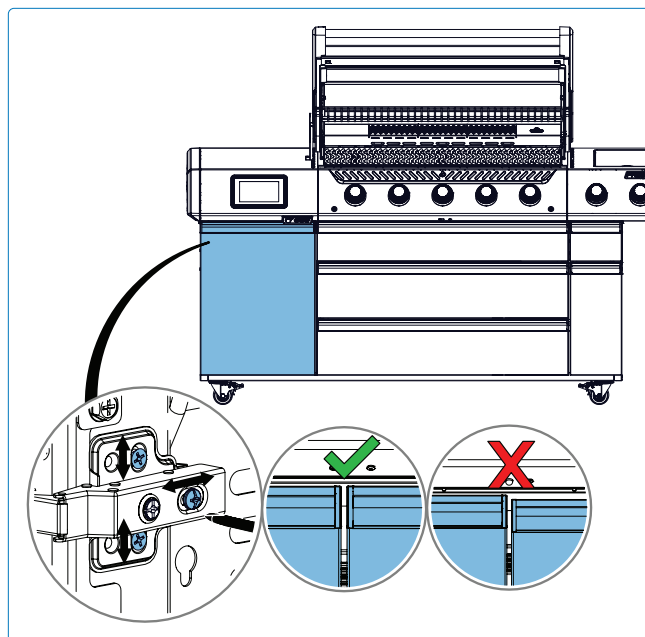

Fig. 21
1. Individuare la staffa di regolazione nella parte superiore della porta (**Fig. 21**).
4. Regolare le viti delle cerniere per allineare le porte dell'armadio in modo che siano allo stesso livello (**Fig. 21**).